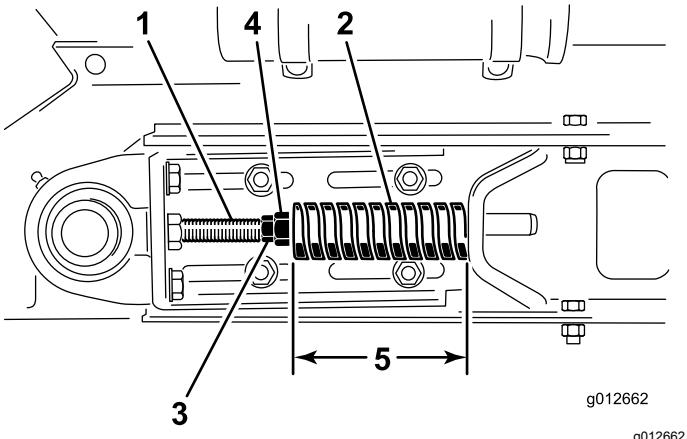

Figure 19
3. Desserrez l'écrou de blocage arrière (Figure 19).